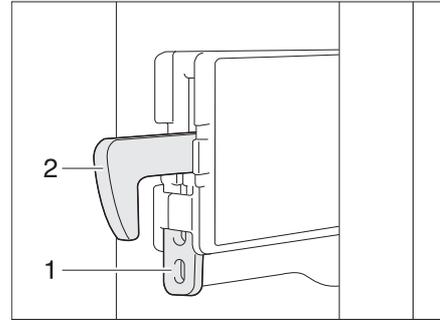

Bild 231 Fixierung Verriegelungshaken
**Verriegelungshaken fixieren:** ■ Die Fixierung (Bild 231,1) nach oben drücken. Der Verriegelungshaken (Bild 231,2) wird nach oben gedrückt und ist außer Funktion.
**Verriegelungshaken lösen:** ■ Den Verriegelungshaken (Bild 231,2) nach unten drücken. Der Verriegelungshaken ist wieder in Funktion.